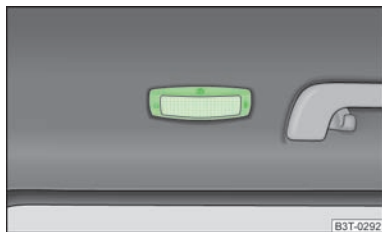

Fig. 42
- Apăsați geamul în zona simbolului  » fig. 42.